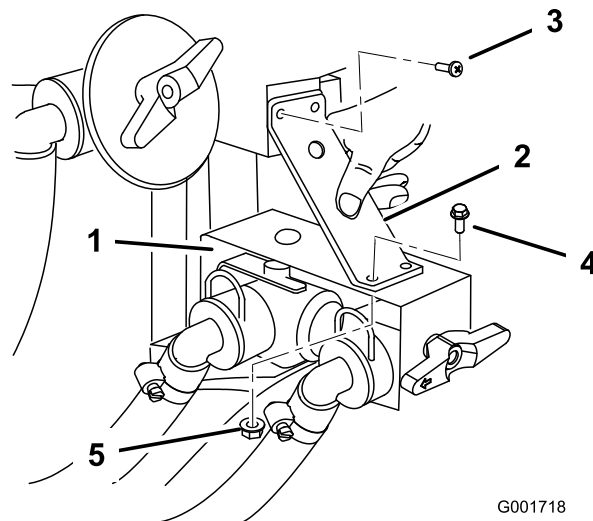

Figura 10
- Installate la staffa di supporto sopra la staffa della valvola di regolazione. Utilizzate le 2 viti già presenti che fissano il gruppo di raccordo a T superiore per fissare la parte superiore della staffa di supporto (Figura 10). Fissate la parte inferiore della staffa di supporto utilizzando 2 bulloni a testa flangiata (1/4 x 3/4 poll.) e dadi flangiati (1/4 poll.).